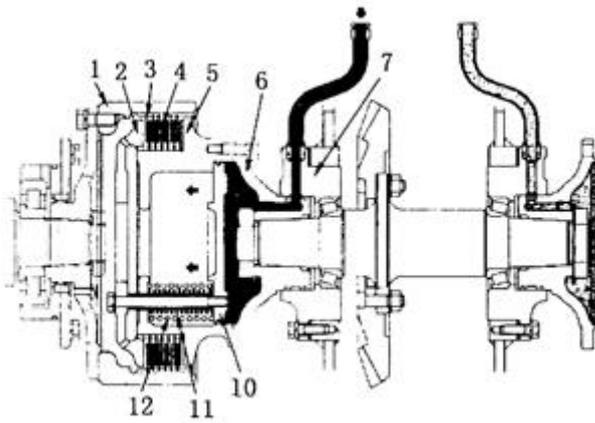
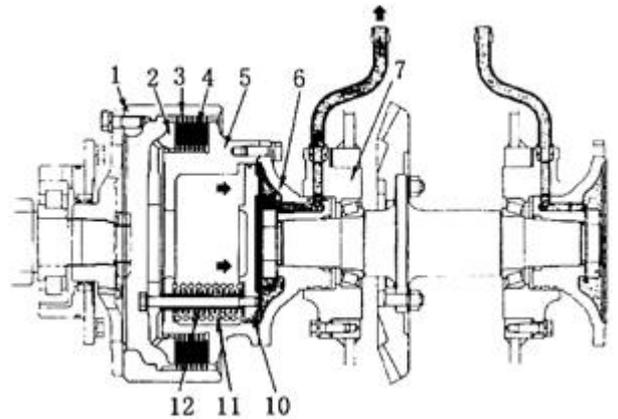

Рис. 5-37
Рис. 5-38
### 5.6 Муфта рулевого механизма (см. Рис. 5-37)
Когда рабочее масло поступает из распределительного клапана рулевого управления в ступицу (6) (см. Рис. 5-37), оно воздействует на поршень (10), болт и пластину (2), заставляя их вращаться по направлению стрелки. Работа внутреннего диска (4) и подача питания прекращаются. Если подача рабочего масла прерывается, вышеупомянутые детали начинают двигаться под давлением пружины в направлении, указанном на рисунке, а также включают внутренний (4) и внешний диски для осуществления передачи мощности (см. Рис. 5-38).